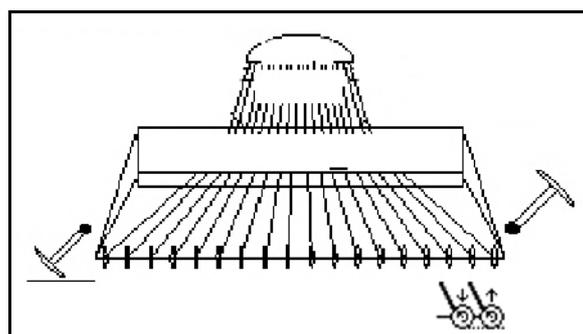

Fig. 51
1.  Schar-/Striegeldruck vorwählen (Fig. 51).